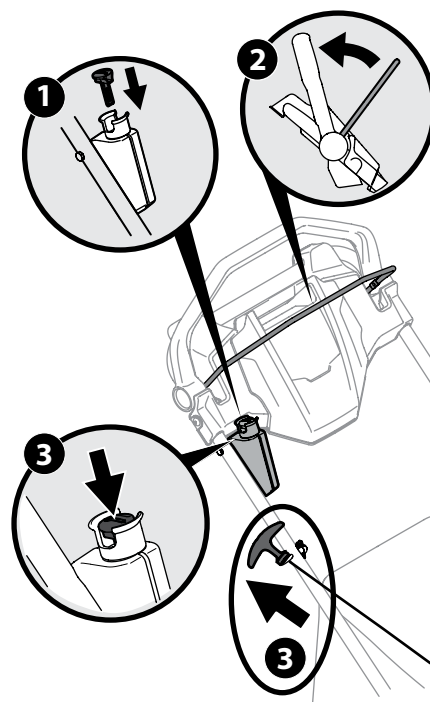

Figura 5-4
2. De pie detrás de la podadora, tire del control de la cuchilla contra el control de transmisión. Vea la Figura 5-4
Empuje la llave eléctrica empujón de arranque para arrancar el motor. Vea la Figura 5-4.